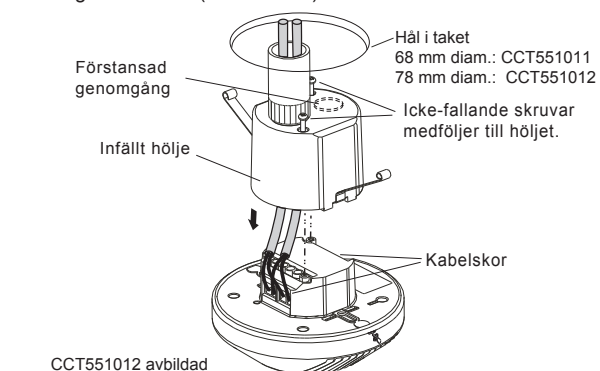

FIG. 11
- 3.3.2.2 Öppna genomgången till locket för infälld montering med en skruvmejsel om du vill använda de båda rören, fixera sedan rören och stoppa kraftkablarna genom dem (se FIG. 11).